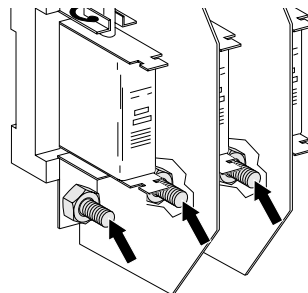

Fig. 15 Conexión de potencia cofres C1 y C2
- Conectar las fases marcadas L1, L2, L3 en los terminales marcados L1, L2, L3 (fig. 15, 16, 17 y 18).